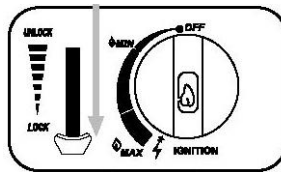

Fig. 1
2. Öppna kåpan (3) och placera gaspatronen med munstycket framåt så att styrtappen passar in i styrspåret.
3. För ned låsspaken till LOCK-läget och vrid gasreglaget till OFF (fig. 1)